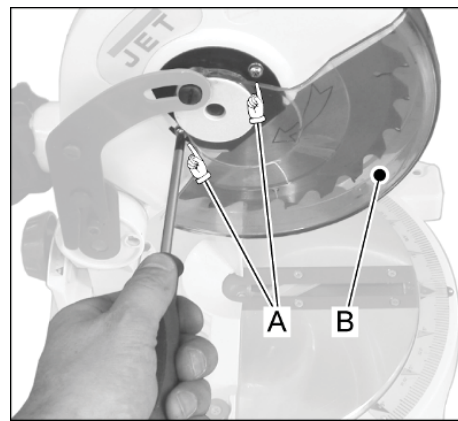

Рис. 10
- Встановіть на місце пластиковий захисний кожух та затягніть два гвинти (A, Рис. 10).